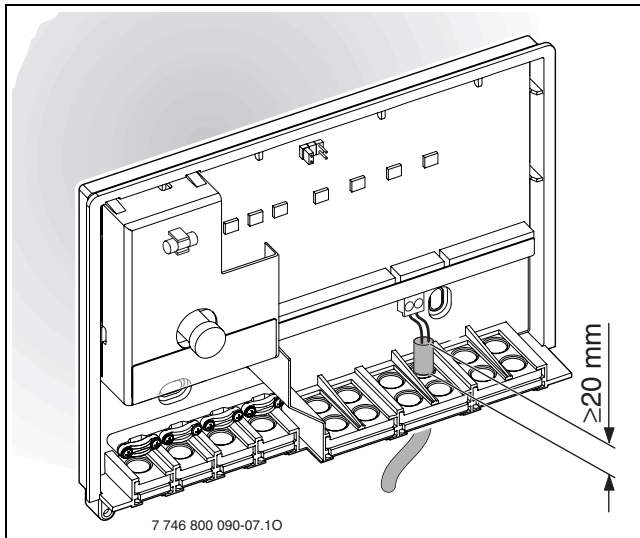

Bild 12 Spritzwasserschutz
Für Spritzwasserschutz (IP): Leitungen so verlegen, dass der Kabelmantel mindestens 20 mm in der Kabeldurchführung steckt (→ Bild 12).